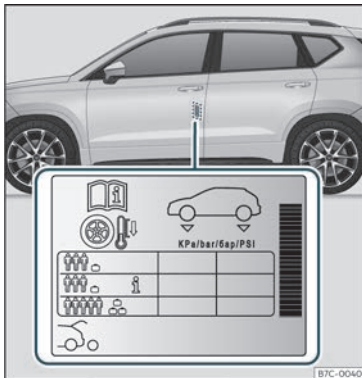

Fig. 264 Localización do adhesivo da presión de inflamento dos pneumáticos.
- Adapte a presión dos pneumáticos á carga que leva o vehículo >>> **fig. 264**.
Os valores da presión de inflamento están indicados na etiqueta adhesiva situada na parte posterior do marco da porta dianteira esquerda >>> **fig. 264**.
En función do vehículo, a presión de inflamento dos pneumáticos pódese adaptar a media carga para aumentar o confort de marcha (presión de inflamento **i** >>> **fig. 264**). Cando se circula coa presión de inflamento
A presión dos pneumáticos débese adaptar á carga actual do vehículo. Se o vehículo vai ir cargado ao máximo, debe aumentar a presión de inflamento ao valor máximo de carga indicado na etiqueta adhesiva >>> **fig. 264**.
No caso dunha roda de emerxencia minimizada (125/70 R18), inflar ata 4,2 bar de presión segundo se indica na etiqueta de presión dos pneumáticos >>> **fig. 264**.
- O condutor é responsable de que todos os pneumáticos do vehículo estean inflados á presión correcta. A presión de inflamento recomendada vén indicada nun adhesivo >>> fig. 264.
- Cos pneumáticos en frío, deberase manter sempre a presión indicada no adhesivo >>> fig. 264.